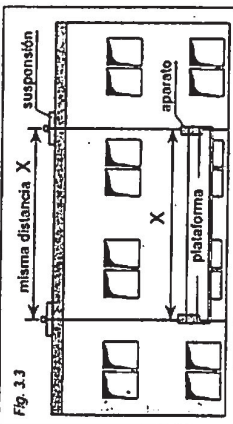

Fig. 3.3
- Desmontar los contrapesos (113) de los cables de seguridad.
- Trasladar la plataforma y colocarla a plomo bajo la nueva situación de las suspensiones. (Fig. 3.3)
- Tensar los cables de seguridad con la mano y colocar de nuevo los contrapesos (113) a cada cable de seguridad.